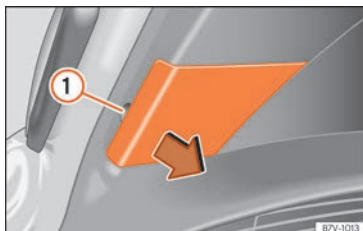

Abb. 68 An der Gepäckraumklappe: Abdeckung abnehmen.
- Mit der flachen Klinge des Schraubendrehers aus dem Bordwerkzeug (» Seite 43) die Abdeckung an der Aussparung » » **Abb. 68** ① vorsichtig abhebeln.